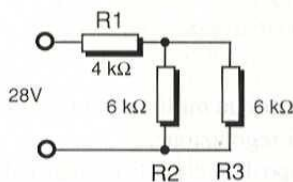

FIGURA 4
4. Che intensità ha la corrente in transito attraverso il resistore R2 nello schema di figura 4?